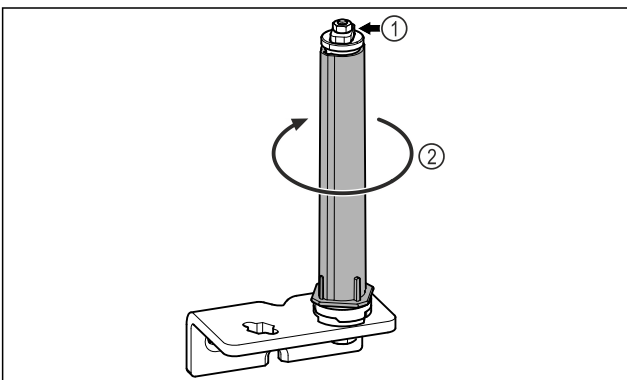

Fig. 28
- ▶ Ne szedje szét az ajtózáró rendszert Fig. 28 (1).
- ▶ Forgassa el a zárórendszert Fig. 28 (2), amíg az be nem kattann.